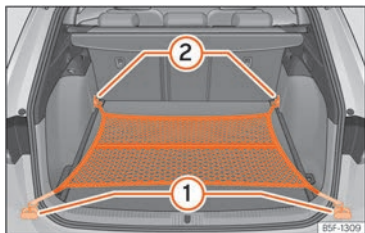

Fig. 133 Dans le coffre à bagages : sac pour filet accroché au niveau du plancher.
- Fixez les crochets du filet aux œillets d'arrimage ① et ② »» fig. 133 »» ⚠. La fermeture à glissière du sac doit rester vers le haut.